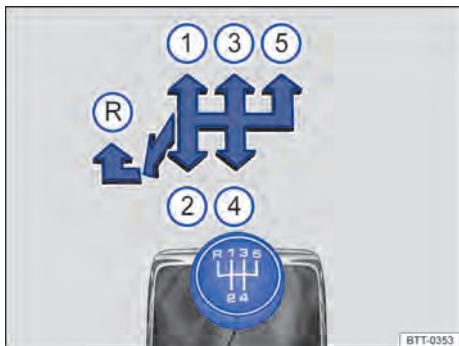

Fig. 87 Esquema de troca de marchas da transmissão manual de 5 marchas.
As posições de cada marcha estão representadas na alavanca de troca de marcha → Fig. 87.
- Empurrar a alavanca de troca de marcha totalmente para a esquerda e depois para frente até a posição da marcha a ré → Fig. 87 (R).